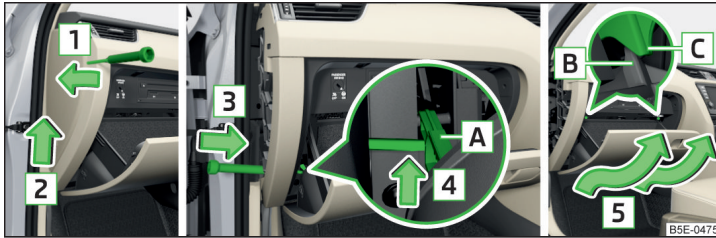

Abb. 351 Ablagefach auf der Beifahrerseite
- Einen Schraubendreher unter die Seitenabdeckung einschieben » Abb. 351.
- Die Anschlagpuffer **B** des Ablagefachs hinter die Halterungen **C** einziehen » Abb. 351.